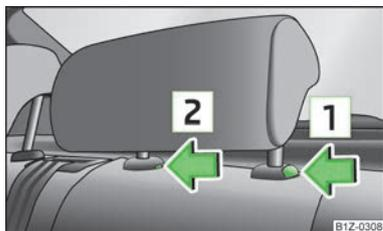

Fig. 45
- Pulsar la tecla del seguro en sentido de la flecha **1** » fig. 45, presionando al mismo tiempo con un destornillador plano con un ancho de 5 mm como máx. la tecla del seguro en el orificio **2**, y retirar el reposacabezas.